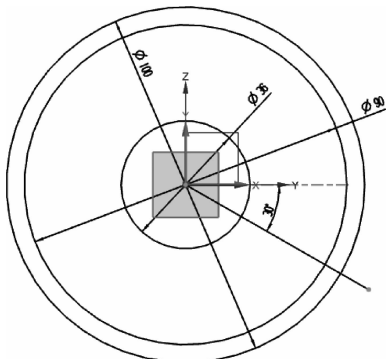
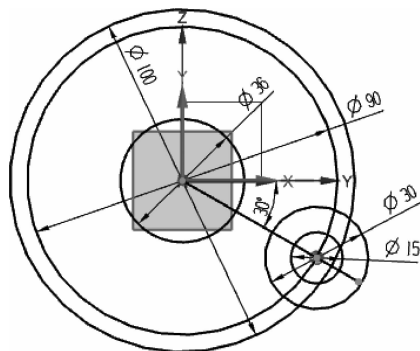

图 2-16 创建与水平成 30° 、长度为 55 的线
图 2-17 创建 $\phi 15$ 、 $\phi 30$ 的圆
- (3)在“草图”工具条中单击图标,创建与水平成 30° 、长度为 55 的直线,如图 2-16 所示。
(4) 在“草图”工具条中单击  图标, 选取 Y 轴和直线标注 30° 角。
(5) 在“对象捕捉”工具条中单击“交点”图标, 以 $\phi 90$ 圆和直线的交点为圆心, 创建 $\phi 15$ 、 $\phi 30$ 的圆, 如图 2-17 所示。